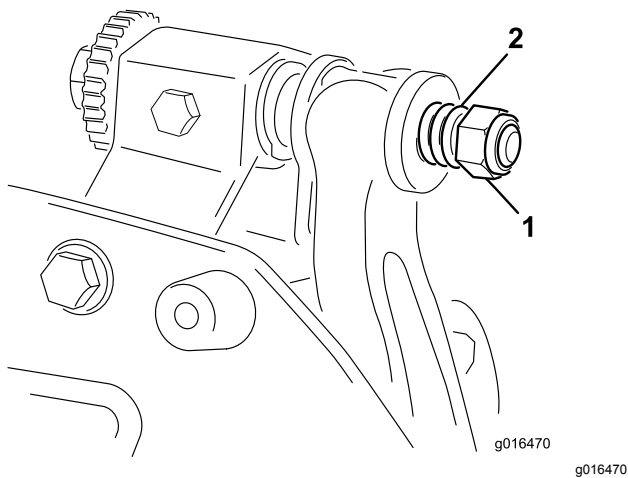

Figure 23
6. Serrez l'écrou de tension du ressort jusqu'à ce que les spires soient jointives, puis desserrez-le de 1/2 tour (Figure 23).